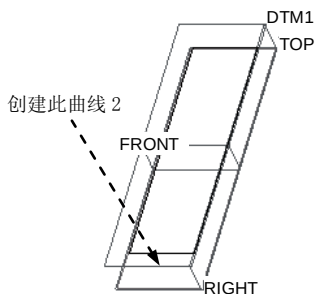
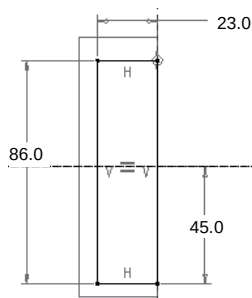

图 8.8.5 创建基准曲线 2
图 8.8.6 截面草图
Step3. 创建图 8.8.5 所示的基准曲线 2。在操控板中单击“草绘”按钮 ，选取 DTM1 基准平面为草绘平面，选取 RIGHT 基准平面为参考平面，方向为 **右**，绘制图 8.8.6 所示的截面草图。